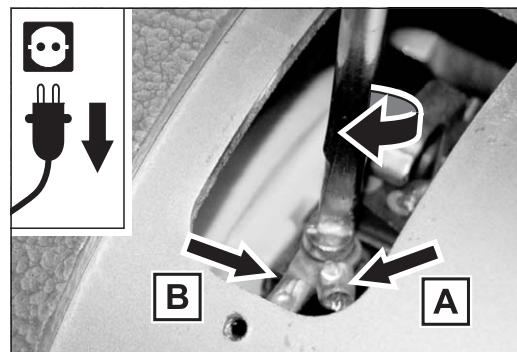

Abb. 65 Das Kabel der Kohlebürste (**A**) zusammen mit dem Kabel der Motorwicklung (**B**) festschrauben. **Darauf achten, dass keine Teile in den Motor fallen!**
- 9 Schrauben Sie das Kabel der Kohlebürste (Abb. 65, **A**) **zusammen** mit dem Kabel der Motorwicklung (Abb. 65, **B**) wieder fest.